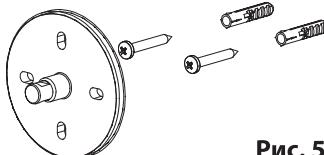

Рис. 5
4. Установите душевую стойку в смеситель. Приложите планку для крепления душевой стойки к стене и пометьте места для сверления отверстий. Снимите душевую стойку, просверлите отверстия в стене и установите крепежную планку с помощью крепежа идущего в комплекте (рис. 5).